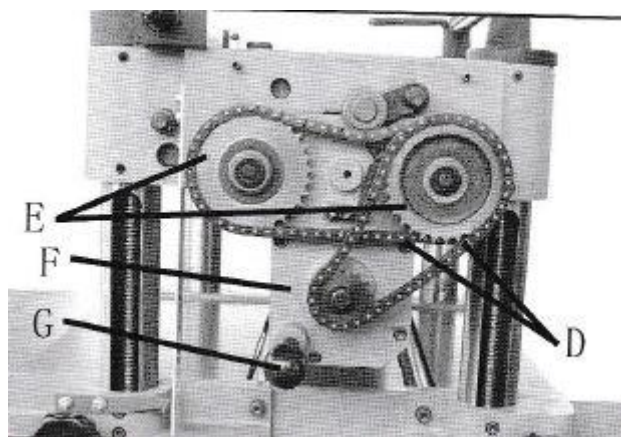

Рис. 30 Рычаг переключения скоростей
2. Выкрутите из центра крышки винт с внутренним шестигранником и снимите левую торцевую крышку треугольной формы. См. Рис. 30.
В зубчатом редукторе (F) предусмотрены две скорости подачи при использовании рычага переключения (G), Рис. 30.
Они настраиваются при вытягивании или нажатии на рычаг переключения скоростей (см.Рис. 30) во время работы станка.
Ручка переключения изображена на Рис. 30. Имеются три типа работы зубчатого редуктора с использованием ручки вала с вытягиванием или толканием.